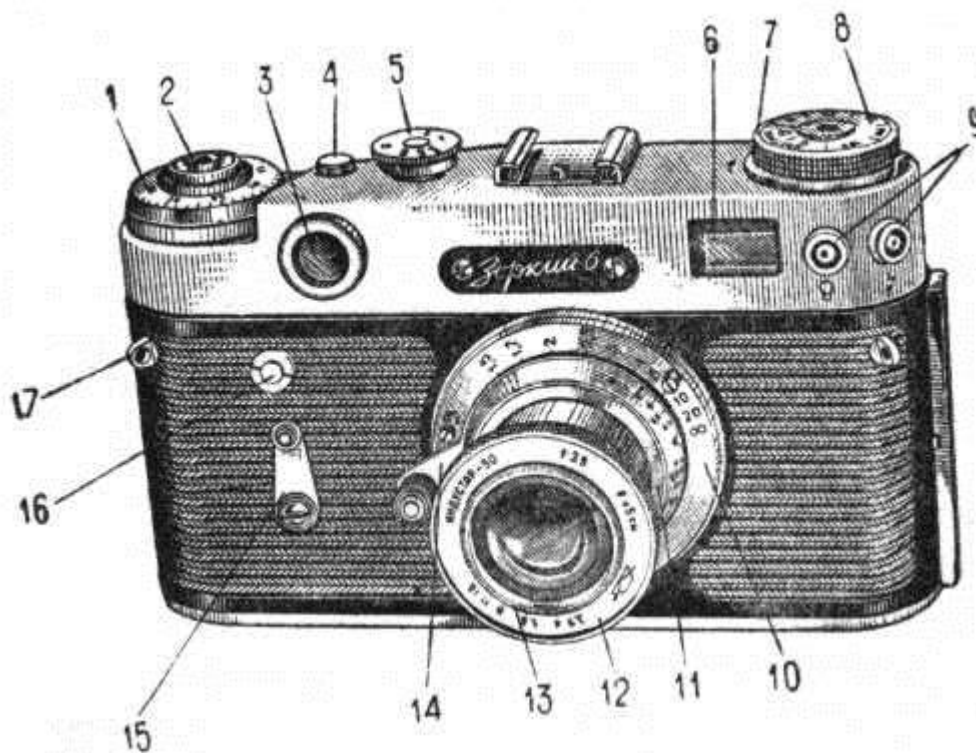

Рис. 1
- в) с объективом «Индустар-50» (рис. 1), в убирающейся или неубирающейся оправе.
3. Зарядка фотоаппарата (рис. 1, 2, 4)
4. Оптическое снаряжение камеры – объектив, дальномер, видоискатель (рис. 1, 2)
5. Синхронизация вспышки (синхроконтакты) (рис. 1)
7. Фотографирование (рис. 1, 2)